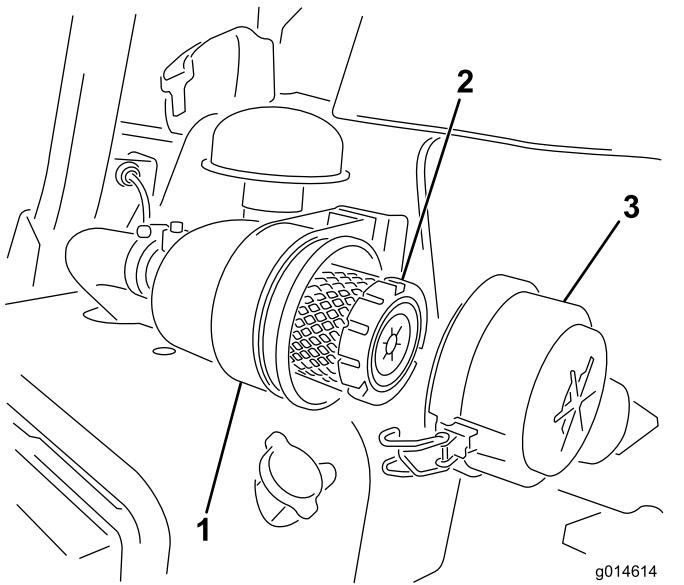

Figura 39
- Rilasciate i fermi che fissano il coperchio del filtro dell'aria al relativo corpo (Figura 39).
- Fissate i fermi (Figura 39).